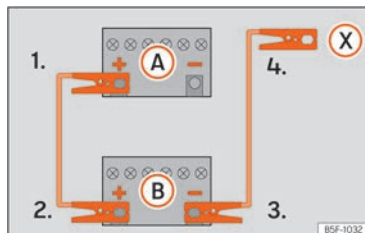

**Fig. 78** Schema elettrico per i veicoli non dotati di sistema Start-Stop.
2. Collegare un'estremità del cavo di emergenza rosso al polo positivo (+) del veicolo con la batteria scarica (A) » » » fig. 78.
3. Collegare l'altra estremità del cavo di emergenza rosso al polo positivo (+) della batteria che fornisce la corrente (B).
- 4a. *Nei veicoli senza sistema Start/Stop:* collegare un'estremità del cavo nero di emergenza al polo negativo (-) del veicolo che eroga la corrente (B) » » » fig. 78.